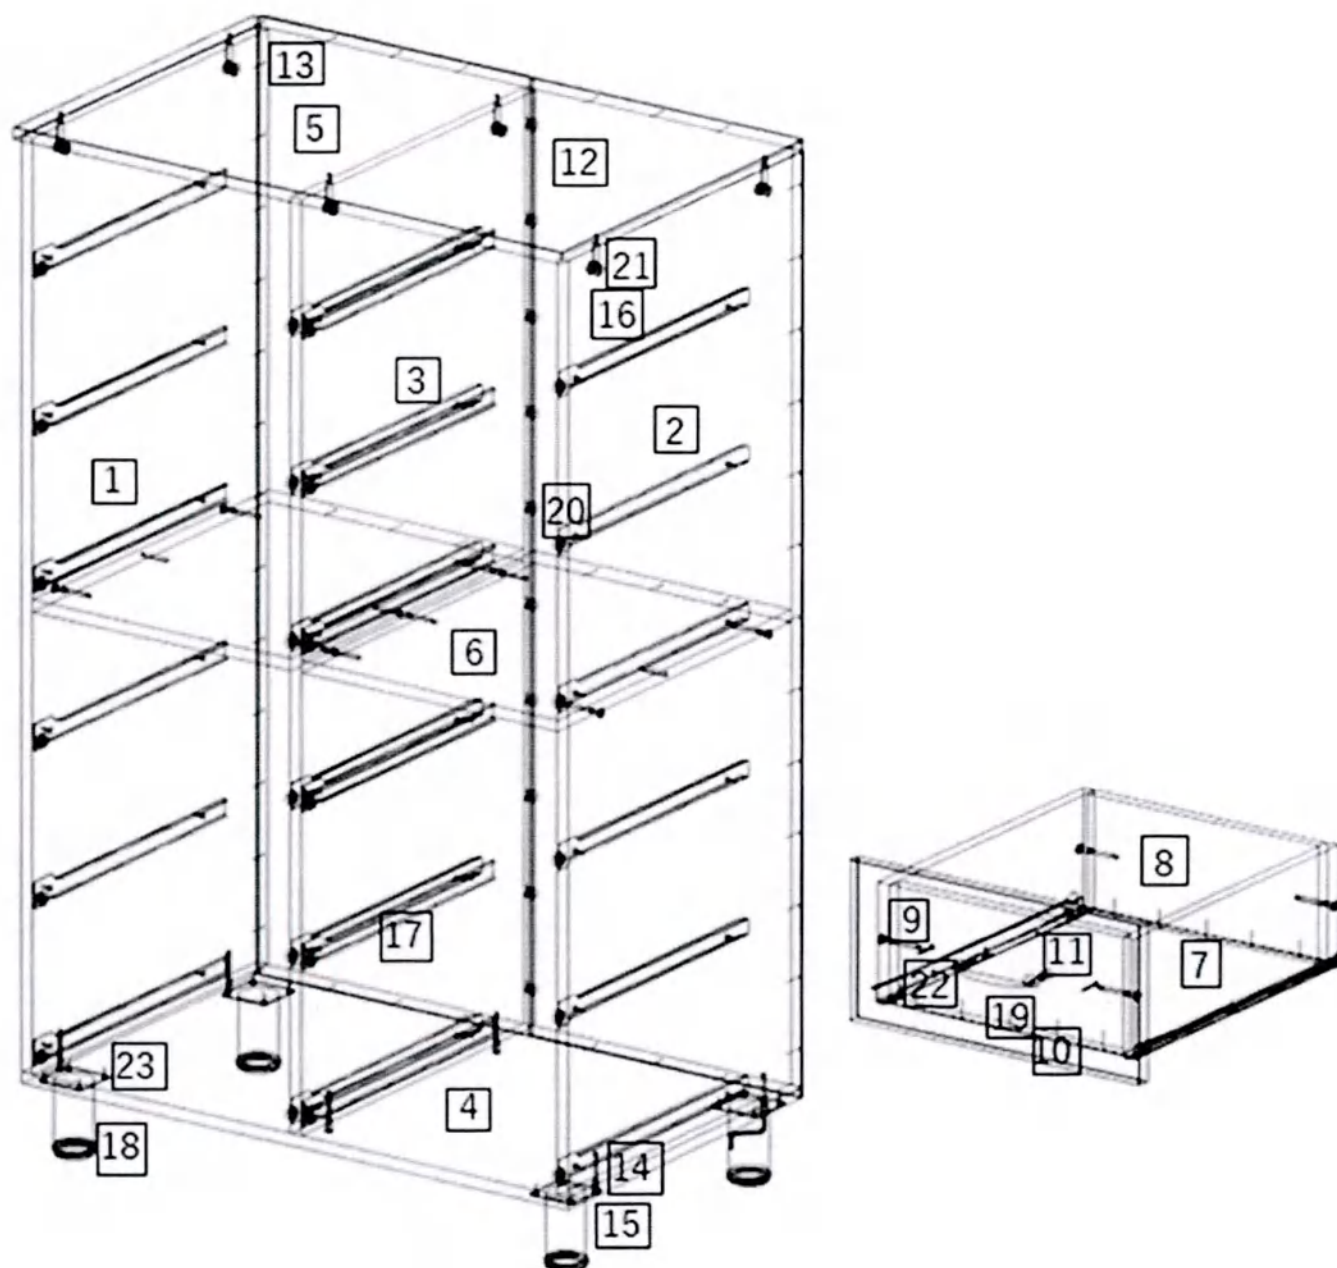

Рис. 1
1. Внимательно ознакомьтесь со схемой сборки, изображённой на рис. 1, сверяясь со спецификацией на изделие. Согласно схеме и спецификации определите расположение деталей в изделии и порядок их сборки. Сборка производится на ровном полу, укрытом материалом, предотвращающим повреждение покрытия пола и деталей мебели. Подготовьте необходимые для сборки инструменты – плоскую и крестовую отвёртки, молоток, рулетку или линейку, шуруповёрт.
2. На боковых и средней стенке шкафа (1,2,3) шурупами 4×16 (24) закрепите направляющие (17); установите цилиндрические части эксцентриковых стяжек (21) в предназначенные для них отверстия. На крышке (5) установите штоки эксцентриковых стяжек (21).
3. Евровинтами (15), как показано на рис. 1, соедините вертикальные ст. (1,2,3) с горизонтальной нижней ст. (4). В пазы установите заднюю стенку (11). Установите крышку. Затыжка соединения производится путём поворота эксцентриков до упора в направлении стрелки, выштампованной на корпусе стяжки. На видимые головки эксцентриков установите заглушки (16). Зафиксируйте заднюю стенку в пазах уголками (22). Для крепления задней стенке к средней стенке (3) используйте скрепки (20) с шурупами (24). На горизонтальной нижней стенке (4) шурупами 4×16 (24) закрепите опоры (18).
4. Сборка ящиков. Евровинтами (15) соедините боковые стенки ящика (6,7) с задней (8) и передней (9) стенками. Дно ящика (10) установите в пазы и закрепите к задней и передней стенкам гвоздями (14), к боковой стенке – уголками (22). Шурупами 4×16 (24) закрепите узкие части направляющих (17). Шурупами 3.5×30 (23) закрепите фасад (12,13) к передней стенке ящика (9). Внимание! Фасады ящиков имеют несимметричную присадку отверстий и крепятся к передним стенкам таким образом, чтобы один ящик получился на левую сторону, а второй – на правую. Установите ручку (19). Установите собранные ящики в корпус шкафа.